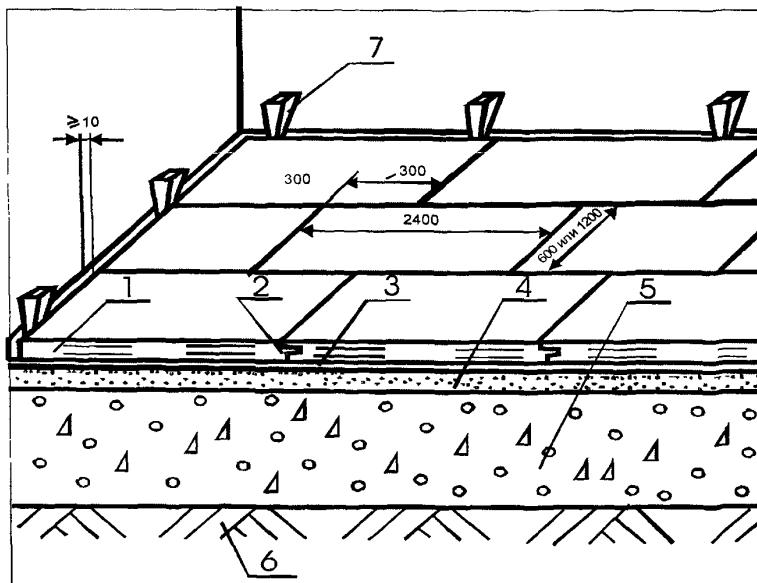

Рис. 3 Схема укладки древесностружечных плит в плавающей сборной стяжке
5.55 Древесностружечные плиты склеиваются дисперсией ПВА (ГУ 2241-027-00203521-96) или мастиками строительными полимерными kleящими латексными (ГОСТ 30307-95). Необходимое для склеивания сжатие обеспечивается путём вбивания клиньев в зазоры у стен (рис. 3). После высыхания клея клинья снимаются.